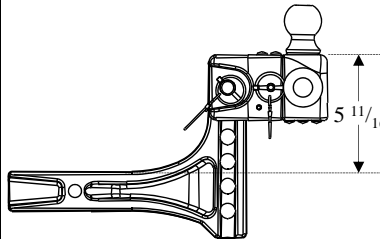

Figure 2 : Position haute max.
- Note:** See Figure 1 for maximum drop position and Figure 2 for maximum rise position.
Nota : Voir la Figure 1 pour la position basse maximale et le Figure 2 pour la position haute maximale.
Nota: Ver Fig. 1 para la posición de caída máxima y la Fig. 2 para la posición de elevación máxima.